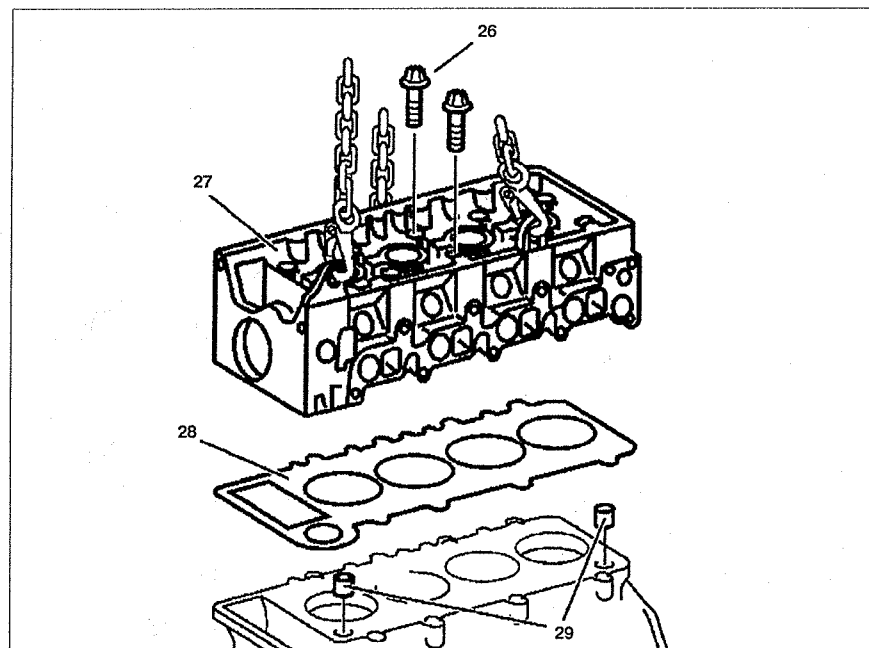

Рис. 5.28. Головка блока цилиндров: 26. Болт крепления головки блока цилиндров, 27. Головка блока цилиндров, 28. Прокладка, 29. Направляющие пальцы.
24. Снимите головку блока цилиндров **27**. Для этого присоедините подъемник к проушинам, прикрепленным к головке блока цилиндров (см.рис.5.28).